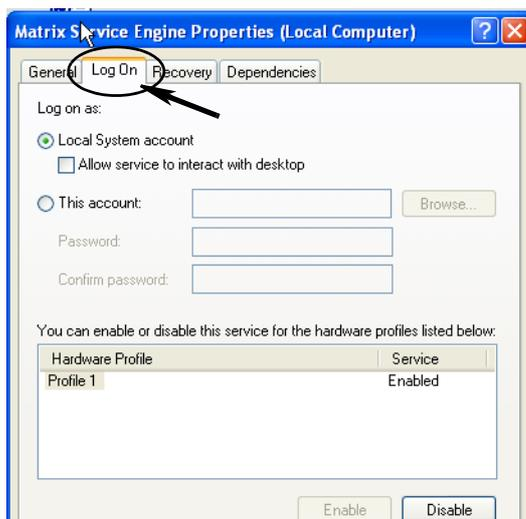

FIG. 38
e. Selezionare la scheda Log On (Accesso) (FIG. 38).